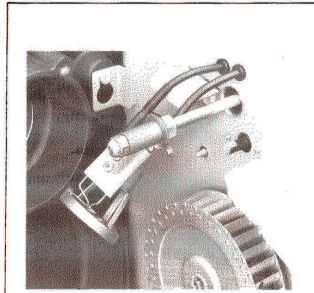

Abb. 2 Stauscheibe von Düsenstock entfernt
- 8.0 Stauscheibe von Düsenstock entfernen (siehe Abb. 2).